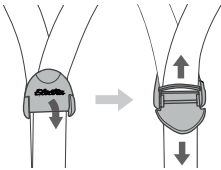

Abb. 3. Betätigung des Riemeneinstellers
2. Lösen Sie den Riemeneinsteller (Abb. 3).